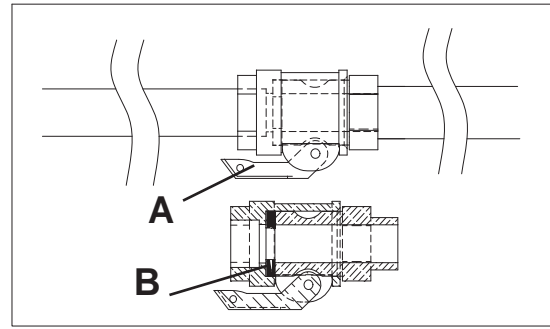
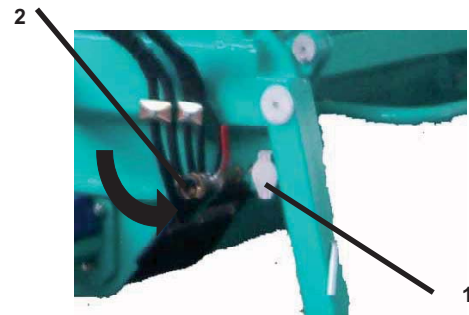

Fig. 5a
Fig. 6
Apretar a fondo los racores de leva (Fig. 5a/b) cuidando instalar las juntas y conectar la lanza rociadora en el extremo de los tubos.
Si está presente (siempre presente en la versión para autonivelantes) conectar el mando a distancia a la respectiva toma (Fig. 6, Ref. 1).
Examinar la manguera del material para comprobar que esté sana, que los racores estén en buenas condiciones y las juntas estén debidamente colocadas, conectarla al colector de impulsión y a la lanza rociadora. Controlar que las palancas de leva (A) de los racores estén correctamente apretadas y que la junta (B) esté presente tal como en Fig. 5a. Cerrar la llave del aire de la lanza rociadora (Fig. 7, Ref. 1). Abrir la llave de paso del aire a la máquina (Fig. 6, Ref. 2).